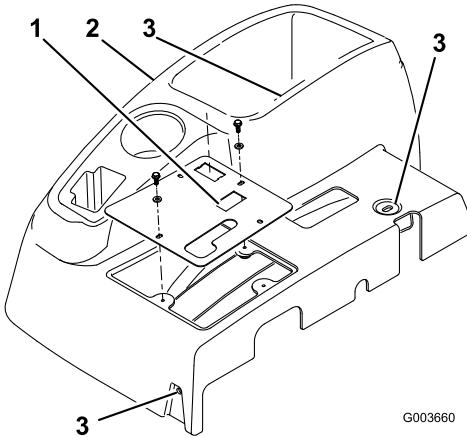

Figura 1
- Rimuovere le 4 rondelle e i bulloni di fissaggio della plancia sulla consolle (Figura 1). Scollegare il cavo dal contaore. Rimuovere la plancia (Fig. 1).
- Rimuovere i 3 bulloni di fissaggio della consolle al telaio (Figura 1). Rimuovere la consolle sollevando delicatamente il bordo inferiore della consolle attorno alla staffa di supporto e facendolo scorrere verso l'alto oltre la maniglia del freno.